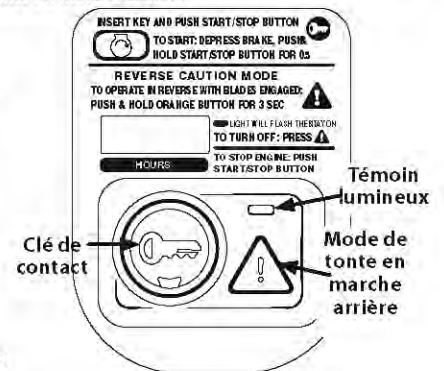

Figure 29
2. Pressez le bouton de mode de tonte en marche arrière pendant trois secondes. Le témoin clignote pendant 3 secondes et reste allumé lorsque ce mode est activé. Voir Figure 29.
3. Le témoin lumineux au-dessus du bouton de mode de tonte en marche arrière s'allume lorsque le mode de tonte en marche arrière est activé. Voir Figure 29.